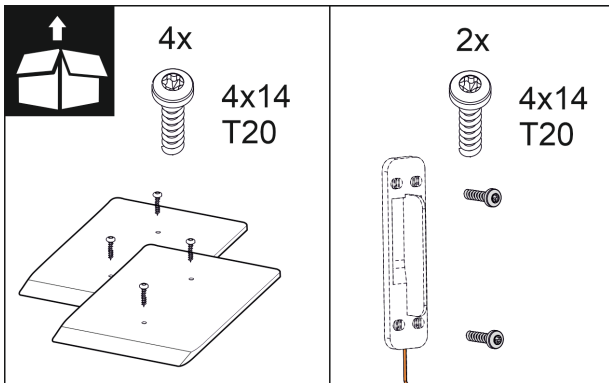

Fig. 16
2. Patikrinkite pridėtas montavimo detales. *Fig. 10 ()* iki *Fig. 16 ()*
### Pridedamos montavimo detalės *Fig. 10 ()* iki *Fig. 16 ()*